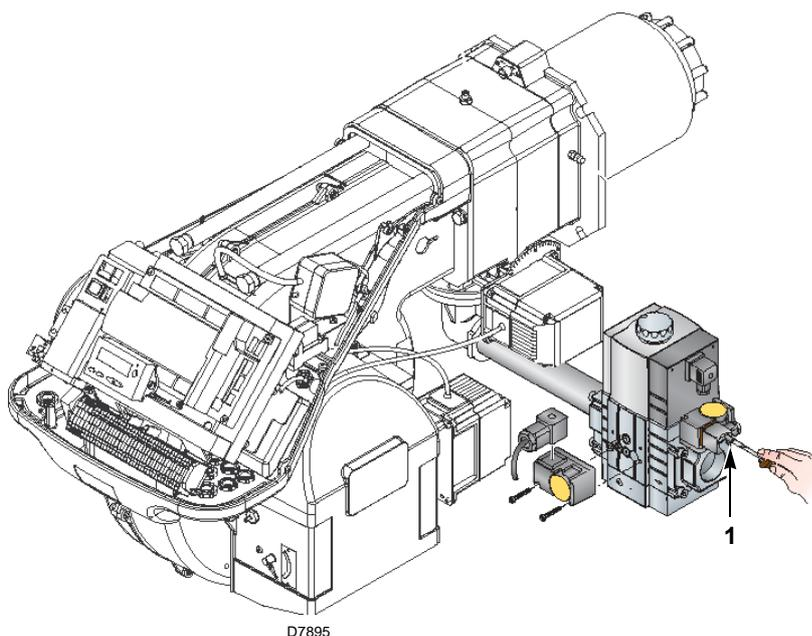

Fig. 27
- Controlar la presión de la alimentación de gas conectando un manómetro en la toma de presión 1) (Fig. 27) del presostato gas de mínima: debe ser inferior a la presión máxima permitida de la rampa de gas, que figura en la placa de características.
- Purgar el aire de la tubería de la rampa de gas conectando un tubo de plástico en la toma de presión 1) (Fig. 27) del presostato gas de mínima. Llevar hacia el exterior del edificio el tubo del purgado, hasta que se huela el gas.